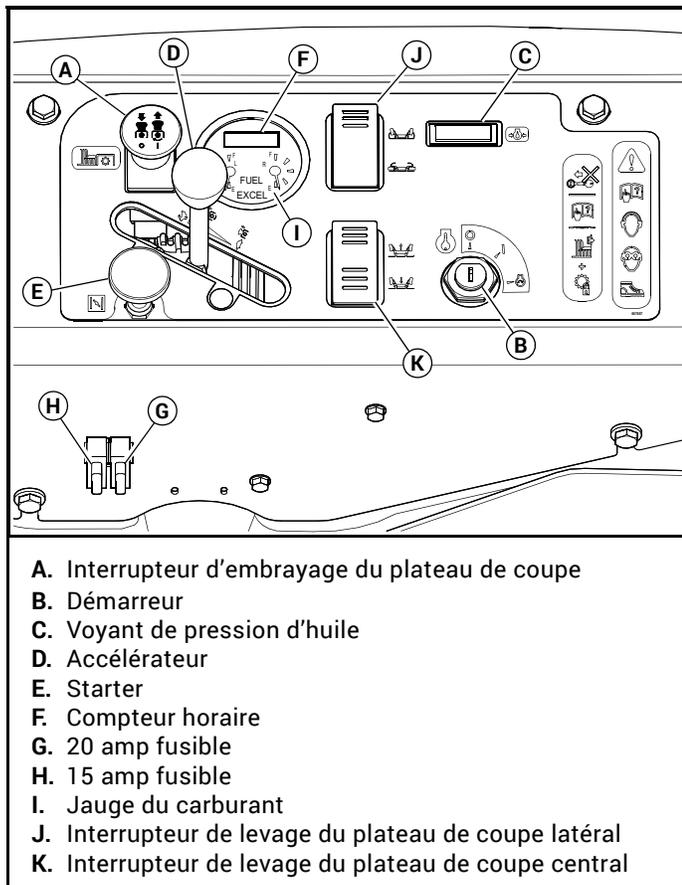

Figure 3-1
A. Interrupteur d'embrayage du plateau de coupe (Figure 3-1) – cet interrupteur permet d'enclencher le plateau de coupe. Tirer le commutateur pour accoupler et le pousser pour découpler.
B. Démarreur (Figure 3-1) – commutateur à trois positions : « OFF » (arrêt), « RUN » (marche) et « START » (démarrage). Lorsque la clé est introduite dans le démarreur, la tourner dans le sens des aiguilles d'une montre jusqu'à la position « START » (démarrage) ; relâcher la clé lorsque le moteur démarre et le commutateur revient automatiquement à la position RUN (marche).
C. Voyant de pression d'huile (Figure 3-1) – ce voyant s'allume lorsque le démarreur est placé en position RUN (marche), et reste allumé jusqu'à ce que le moteur tourne et qu'une pression d'huile convenable soit établie. Si le voyant s'allume pendant le fonctionnement, arrêter immédiatement le moteur, puis diagnostiquer et résoudre le problème.
D. Commande d'accélération (Figure 3-1) – un câble assure la liaison avec la commande d'accélération afin de contrôler la vitesse du moteur. Pousser le levier vers l'avant pour augmenter la vitesse du moteur (t/min.), tirer le levier vers l'arrière pour diminuer la vitesse du moteur (t/min.).
E. Commande du starter (Figure 3-1) – un câble assure la liaison permettant d'actionner manuellement le starter du moteur. Quand le levier est abaissé, le starter est en position d'inactivation (marche). Lorsqu'il est orienté vers le haut, le starter est en position ON (démarrage). Ne pas faire fonctionner la machine en position ON (démarrage).
F. Compteur horaire électronique (Figure 3-1) – ce compteur enregistre les incréments de 1/10^e d'heure jusqu'à un total de 9 999,9 heures. Il est relié au démarreur. Il enregistre la durée cumulée pendant laquelle la clé de contact est sur la position RUN (marche).
G. Fusible 20 ampères (Figure 3-1) – Contrôle - fusible 20 ampères, type lame.
H. Fusible 15 ampères (Figure 3-1) – Système de sécurité fusible 15 ampères, type lame.
I. Jauge du réservoir de carburant (Figure 3-1 et Figure 3-2) – La jauge montre le niveau de carburant de chaque réservoir. La jauge de droite indique le niveau de carburant dans le réservoir droit et la jauge de gauche indique le niveau de carburant dans le réservoir gauche
J. Interrupteur de levage du plateau de coupe latéral (Figure 3-1) – Cet interrupteur relève et abaisse les plateaux de coupe latéraux. Appuyer sur la partie supérieure de l'interrupteur pour relever les plateaux de coupe latéraux. Appuyer sur la partie inférieure de l'interrupteur pour abaisser les plateaux de coupe latéraux.
K. Interrupteur de levage du plateau de coupe central (Figure 3-1) – Cet interrupteur relève et abaisse le plateau de coupe central. Appuyer sur la partie supérieure de l'interrupteur pour relever le plateau de coupe central. Le plateau de coupe central s'abaisse automatiquement lorsque l'interrupteur est relâché.